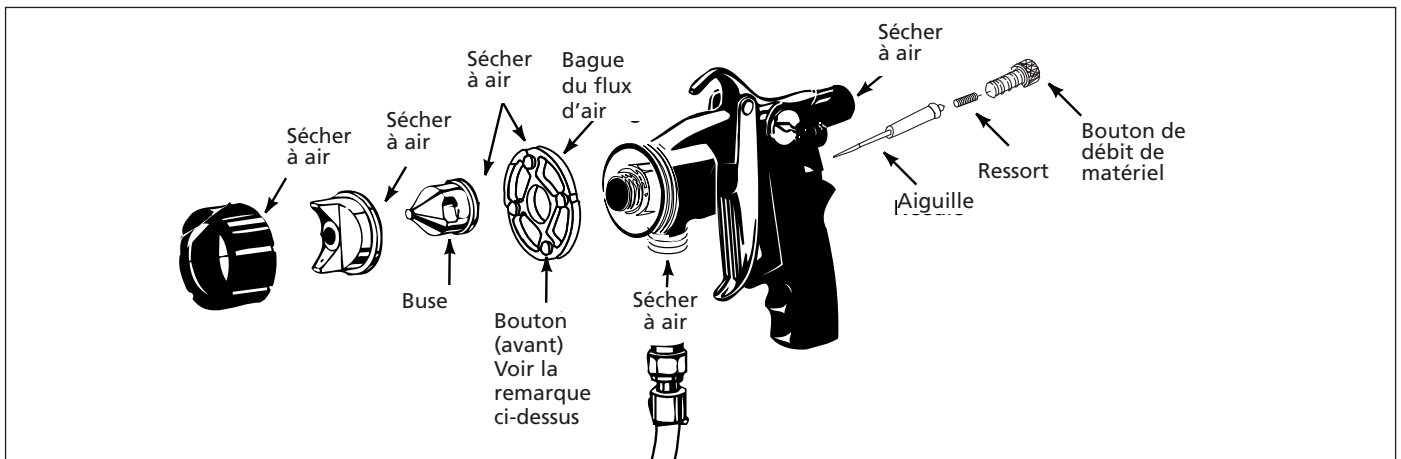

Figure 18 - Pièces pour sécher à air
5. Installer à nouveau, toutes les pièces en ordre inversée du démontage (Voir Figure 18). Toujours installer la buse avant d'installer l'aiguille pour éviter le dommage à l'aiguille.
6. Une fois que le pistolet et toutes les pièces sont complètement nettoyés, utiliser le tuyau de turbine pour faire sécher les pièces et leurs passages avant le remontage. Ceci empêche la contamination du matériel utilisé pendant le prochaine usage du modèle et empêche l'oxydation des pièces internes du pistolet (Voir Figure 18).
boutons élevés sur la bague de flux d'air doivent être montés face en avant (vers la buse). (Voir Figure 18).